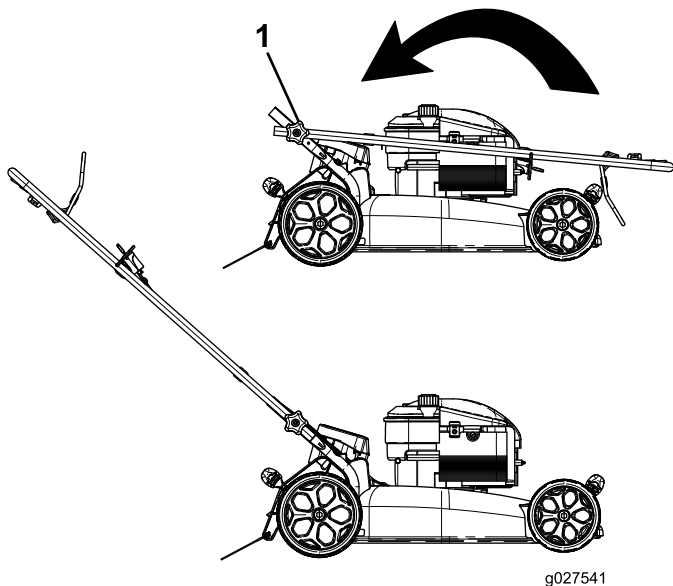

Bild 3
1. Nehmen Sie die Holmhandräder vom Maschinengehäuse ab (Bild 3).
2. Schieben Sie den Holm in die Betriebsstellung (Bild 3).